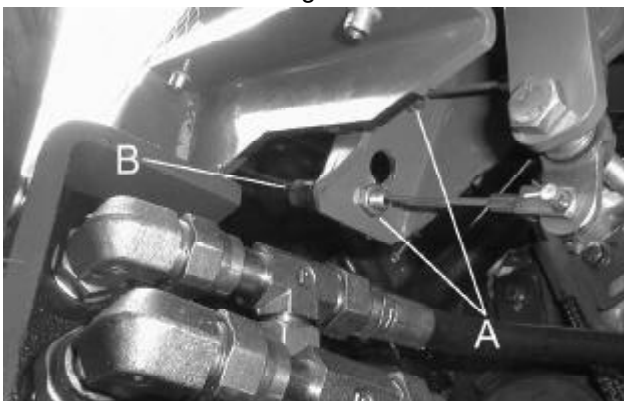

Fig.29
### **Justering av parkeringsbromsen (fig. 29)**
**Nachstellen der Feststellbremse (Abb.29)**